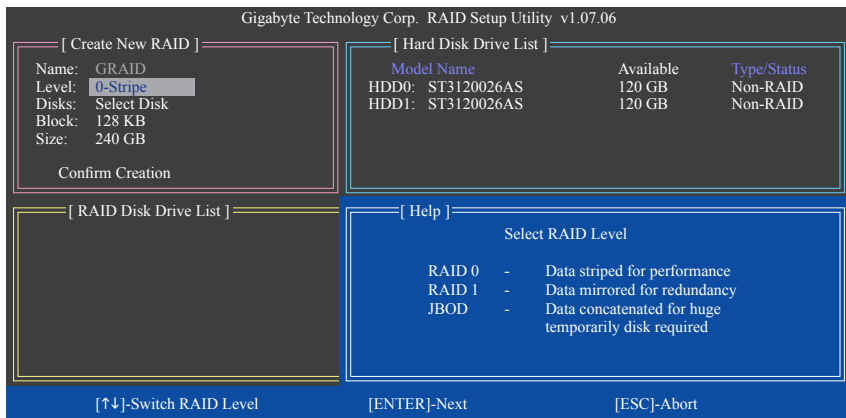

図 5
Create New RAID ブロックに、アレイを作成するために設定する必要がある項目がすべて表示されます (図 5)。
2. **Select RAID Mode:** Level 項目の下で、上または下矢印キーを使用して RAID 0 (ストライプ)、RAID 1 (ミラー)、JBOD (図 5) を選択します。<Enter> を押して、次のステップに進みます。